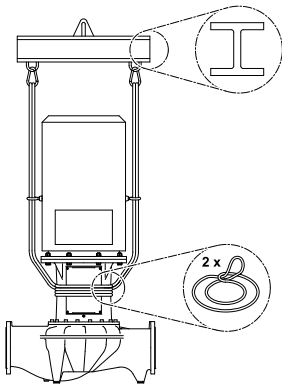

Fig. 32: Kantohihnojen kiinnitys
- Jos pumppua halutaan nostaa nosturilla (Fig. 32/33), pumppu täyttyä kiinnittää tarkoitukseen soveltuvilla hihnoilla kuvan osoittamalla tavalla. Pumpun ympärille asetetaan hihnalenkit, jotka kiristyvät pumpun omapainon vaikutuksesta.